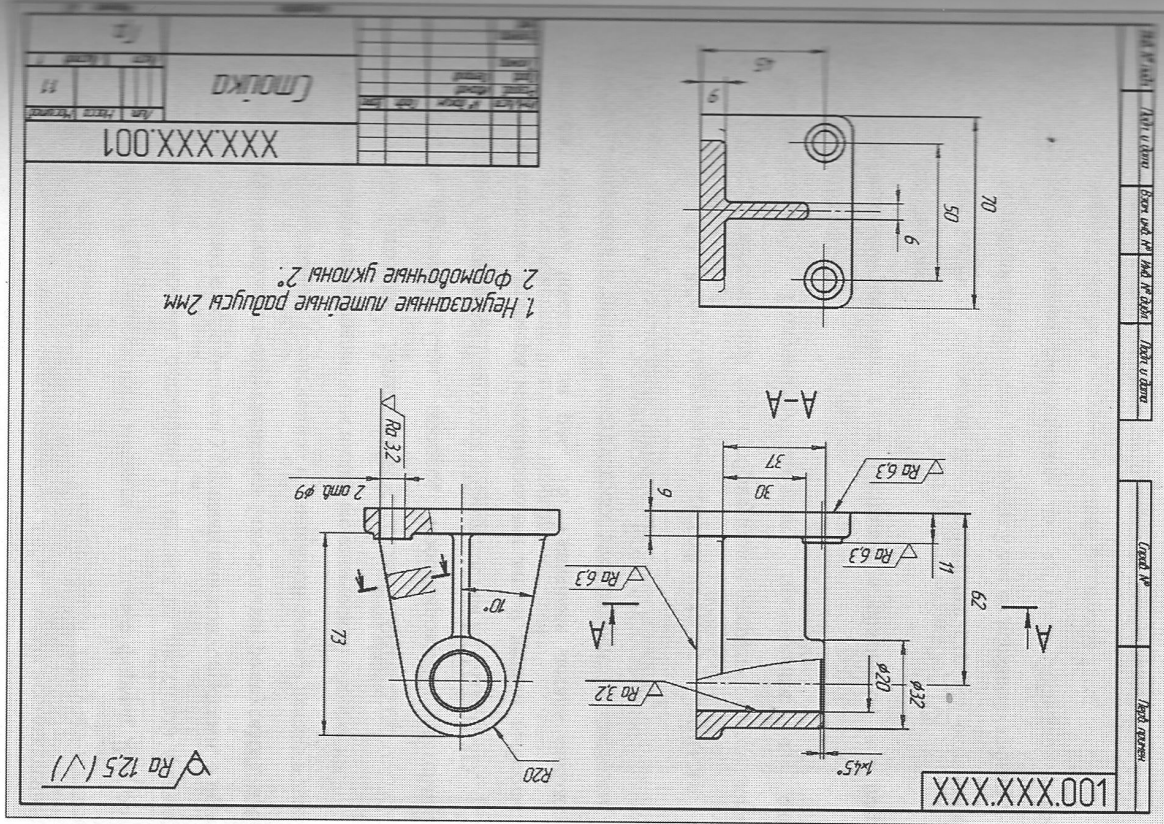

Рис. 38. Чертёж детали «Стойка»
В качестве примера моделирования литой детали выберем **Стойку**, чертеж которой показан на рис. 38. Указанная деталь снабжена часто встречающимися в литых конструкциях элементами: основанием, стенкой, ребром жесткости, бобышками, литейными скруглениями.
15. Файл сохраняем под первым именем «Чертеж Детали Стойка» (см. рис. 38).